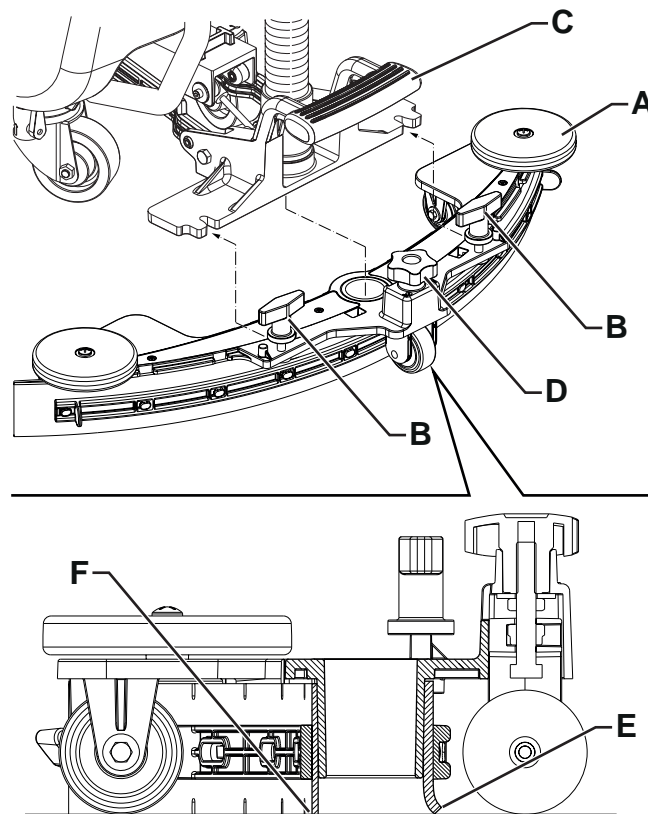

Рис. 4
1. Установите швабру (А, Рис. 4) и закрепите ее на скобах (С) при помощи маховиков (В).
2. При необходимости отрегулируйте швабру с помощью кнопки (D), чтобы задний (Е) и передний скребки (F) касались пола как изображено на рисунке.